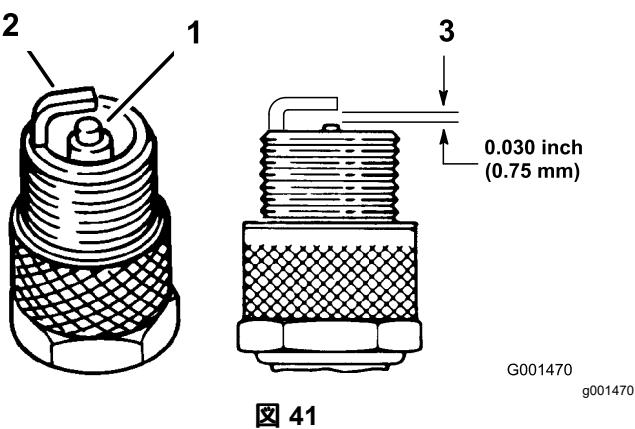

図 41
4. 電極(側面と中央)と碍子の状態を点検する(図 41)。
- 5. 電極間のエアギャップを 0.76mm に調整する (図 41)。